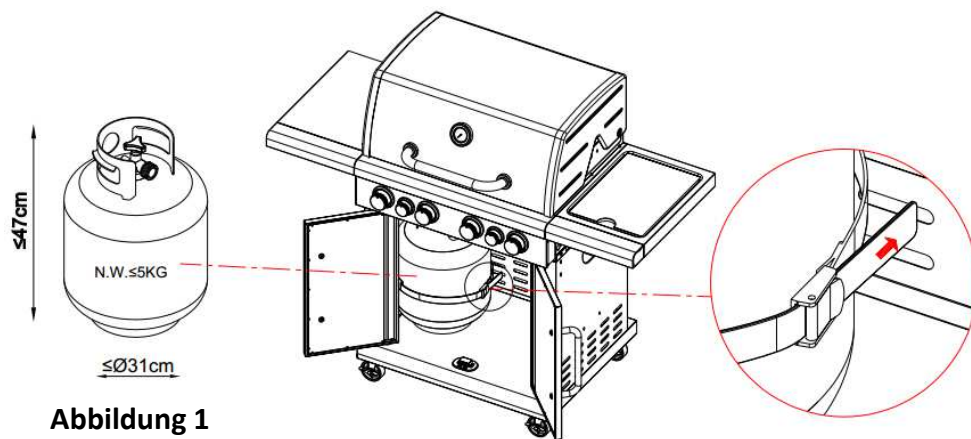

Abbildung 1
a) Entfernen Sie den Deckel des elektronischen Zünders, indem Sie ihn gegen den Uhrzeigersinn drehen (Abb.1).